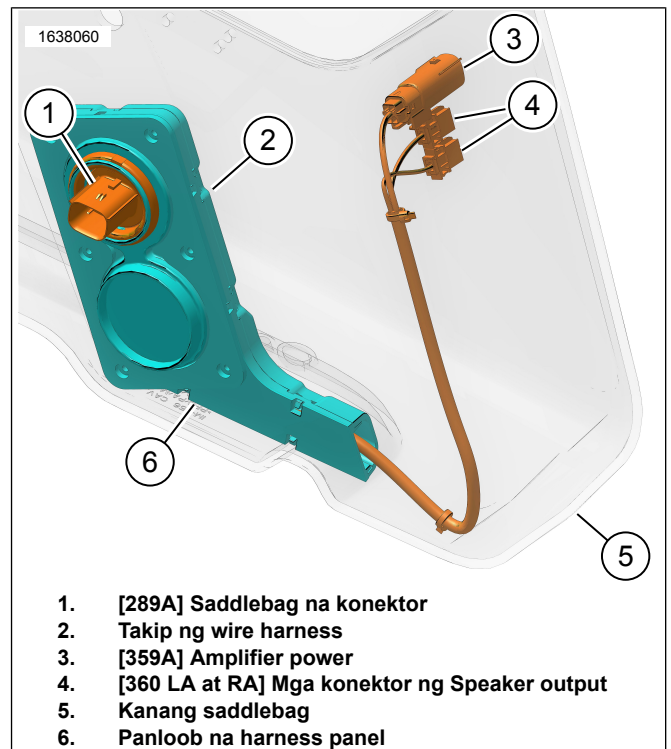

Figure 8. Panloob na Wire Harness 69202871
8. Figure 8 Ikabit ang panloob na wire harness tulad ng ipinapakita.
- a. Ikabit ang takip ng wire harness (2).
14. Tingnan ang Figure 8 at Figure 10 . Ikonekta ang Panloob na Wire Harness sa Assembly ng Amplifier.
Tingnan ang Figure 8 at Figure 10 . Ikonekta ang Panloob na Wire Harness sa Assembly ng Amplifier.